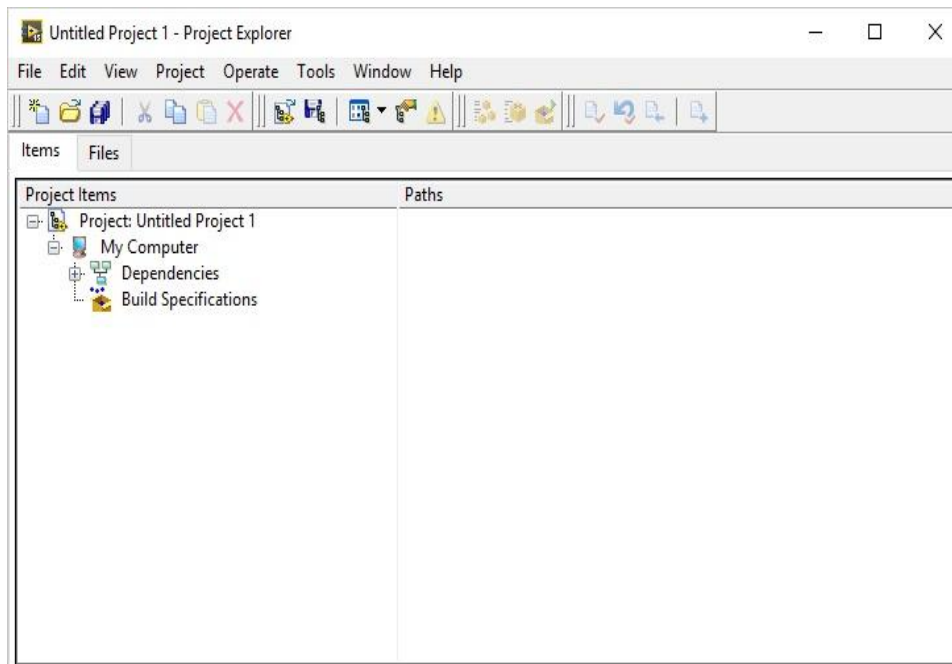

Рис.9.5.
2) Создаем новый проект, нажимая кнопку **blank project**. Открывается панель (см. рис.9.5).
4) Выбираем вкладку **tools** на верхней панели. После чего появляется окно, где выбираем **Build Application (EXE) from VI**. На панели с рис. 9.5 появилась запущенная программа .